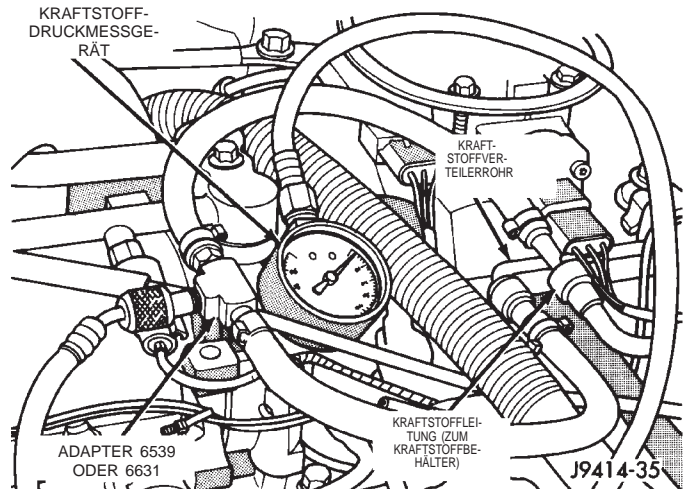
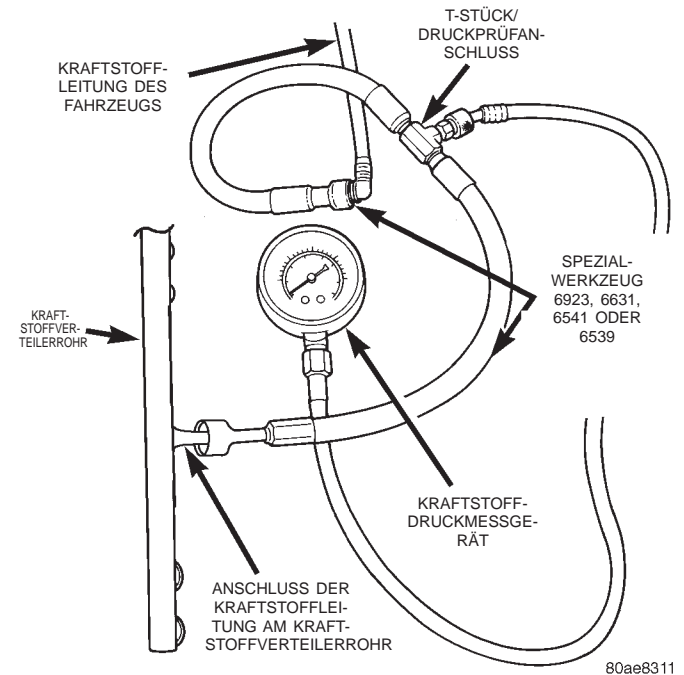

Abb. 8 Adapter anschließen—Typisch
Abb. 9 Adapter anschließen—Typisch
(1) Die Kraftstoff-Einlaßleitung am Kraftstoffverteilerrohr demontieren. Vorgehensweise siehe "Kraftstoffleitungen/-schläuche und Schlauchklemmen" in diesem Abschnitt des Kapitels. Bei einigen Motorversionen kann es erforderlich sein, das Gehäuse des Ansaugluftfilters abzubauen, bevor die Kraftstoffleitung demontiert werden kann.
(2) Es wird der für die Kraftstoffleitung passende Druckprüfadapter Schlauch benötigt. Adapterschlauch 6539 wird für 5/16" Kraftstoffleitungen verwendet; Adapterschlauch 6631 wird für 3/8" Kraftstoffleitungen verwendet.
(3) Zwischen der abgeklemmten Kraftstoffleitung und dem Kraftstoffverteilerrohr den für die Kraftstoffleitung passenden Druckprüfadapter Schlauch anschließen (Abb. 8) oder (Abb. 9).